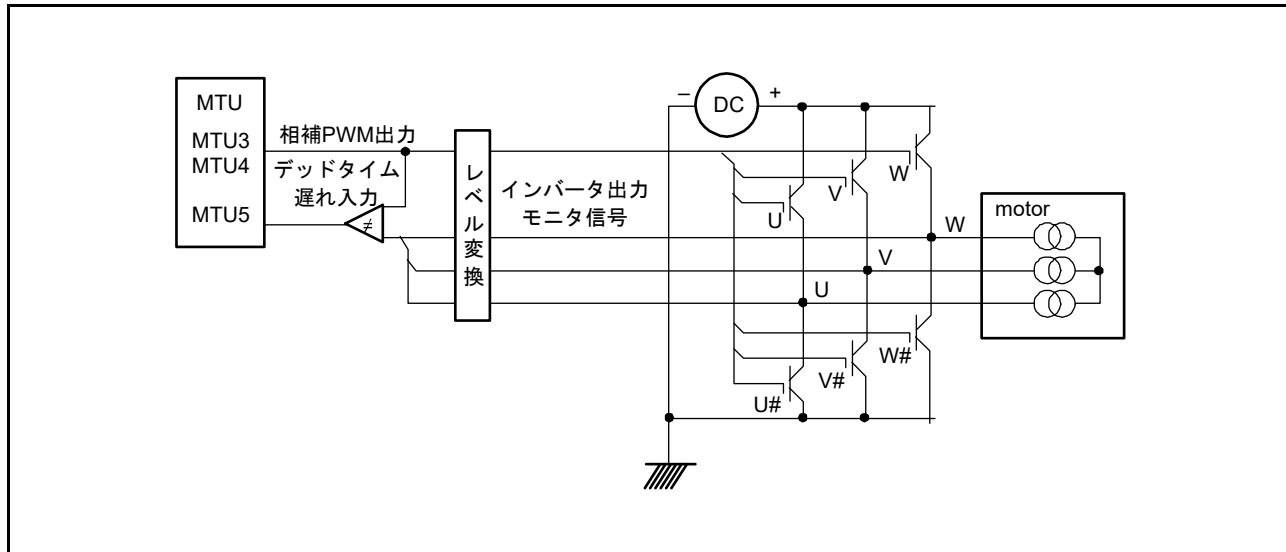
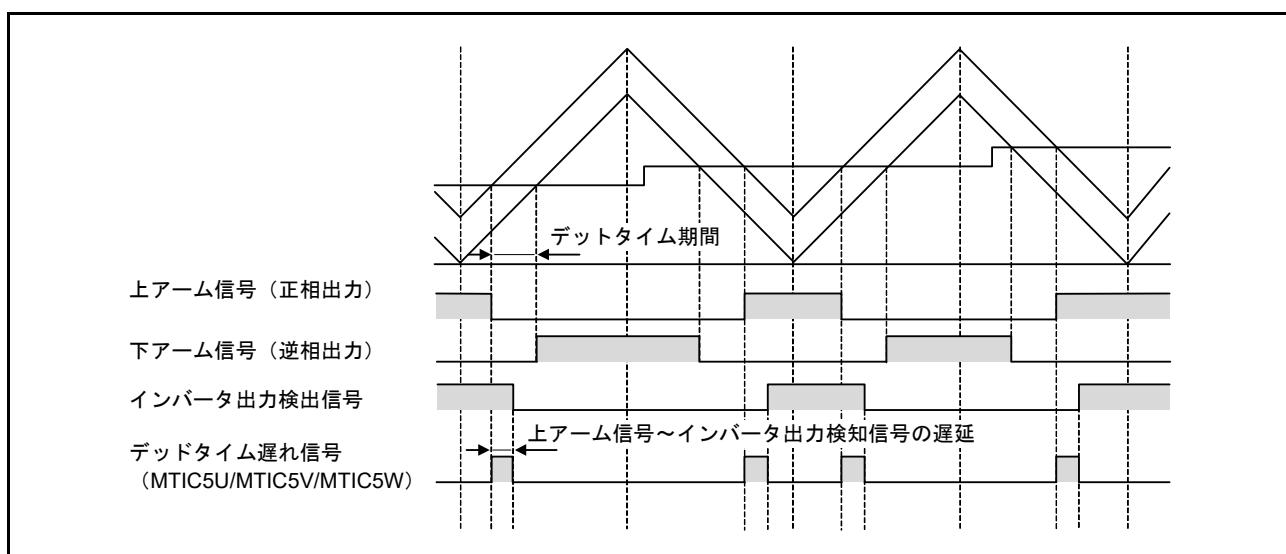
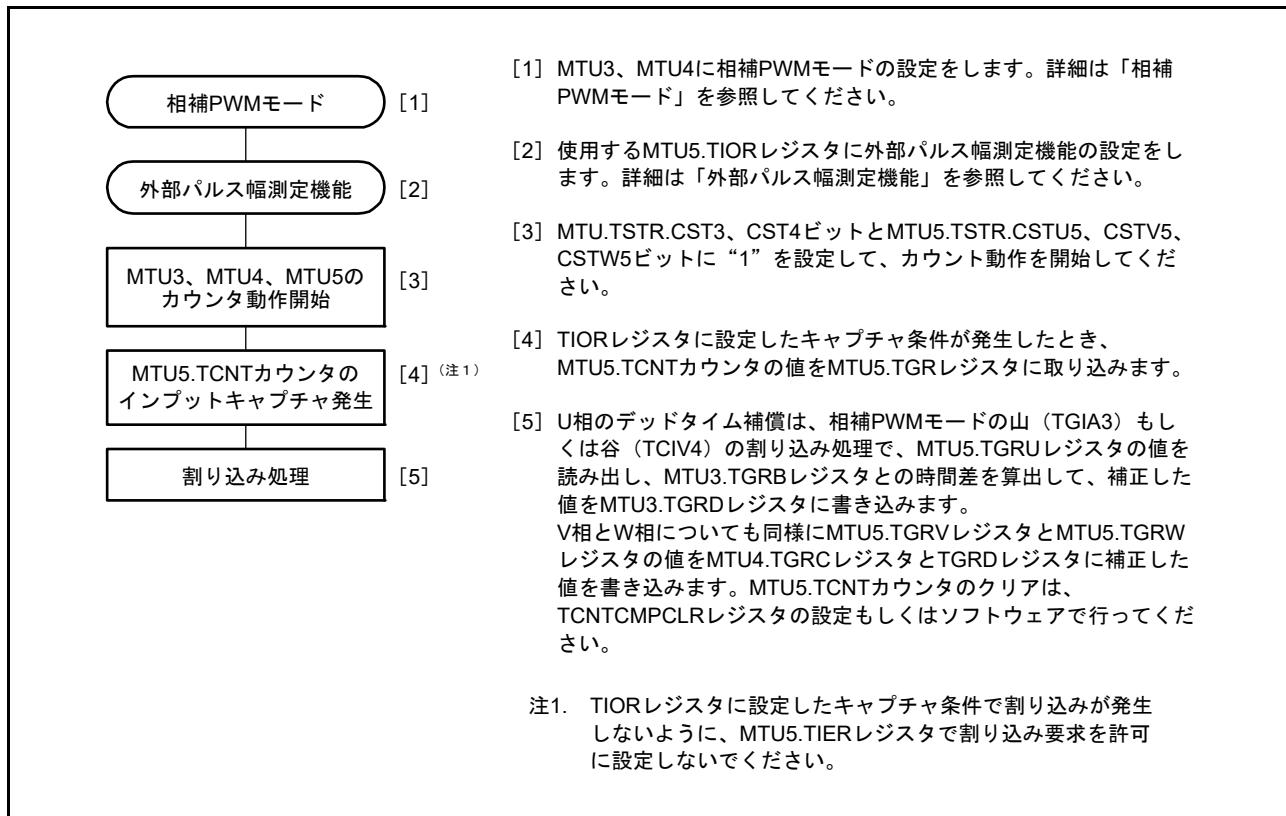

図 20.79 モータ制御回路構成例
図 20.80 相補 PWM モード動作時のデッドタイム遅れ
図 20.81 デッドタイム補償用機能の設定手順例
デッドタイム遅れ（相補 PWM 出力とインバータ出力間の遅延）を MTU5 にフィードバックするモータ制御回路を構成します（図 20.79）。MTU5 の外部パルス測定機能でデッドタイム遅れを測定してデューティ比に反映することで、MTU3、MTU4 を使用した相補 PWM 動作時の PWM 出力波形に対するデッドタイム補償として使用することができます（図 20.80）。MTU5 を使用したデッドタイム補償の設定手順を図 20.81 に示します。このときの MTU5 の動作については、(2) 相補 PWM の「山／谷」での TCNTU、TCNTV、TCNTW カウンタキャプチャ動作を参照してください。
MTU5 の 3 本のカウンタを使用したデッドタイム補償用機能の設定手順例を図 20.81 に示します。